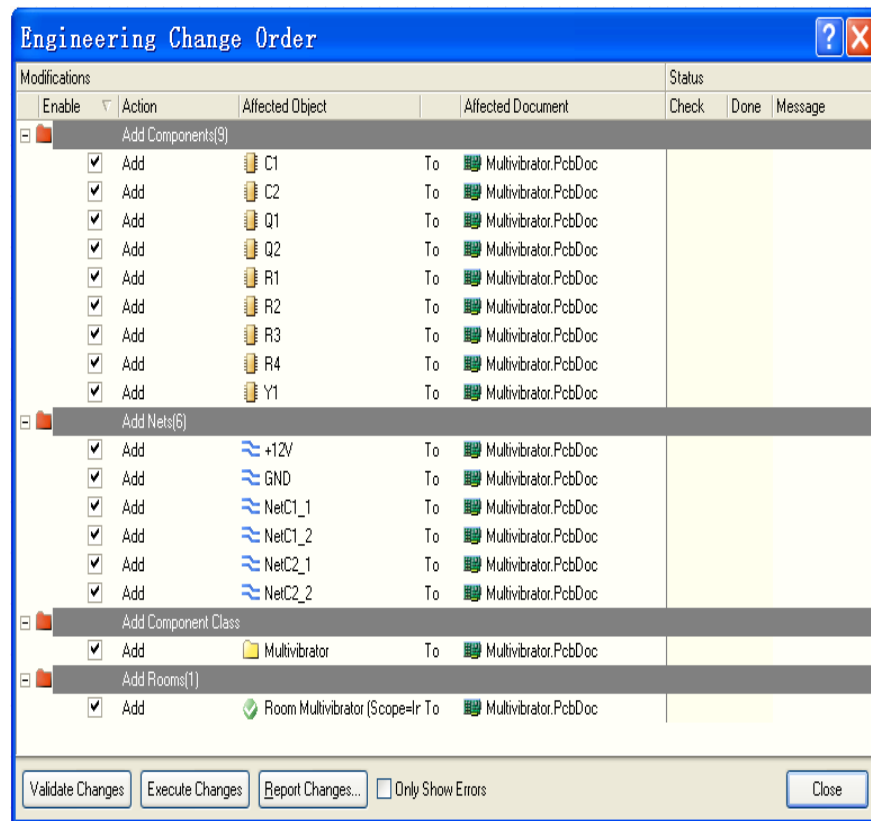

图3-14 工程变更命令对话框
- ❖ 2. 在原理图编辑器选择 Design → Update PCB Document Multivibrator.PcbDoc命令。工程变更命令(Engineering Change Order)对话框出现。如图3-14所示。